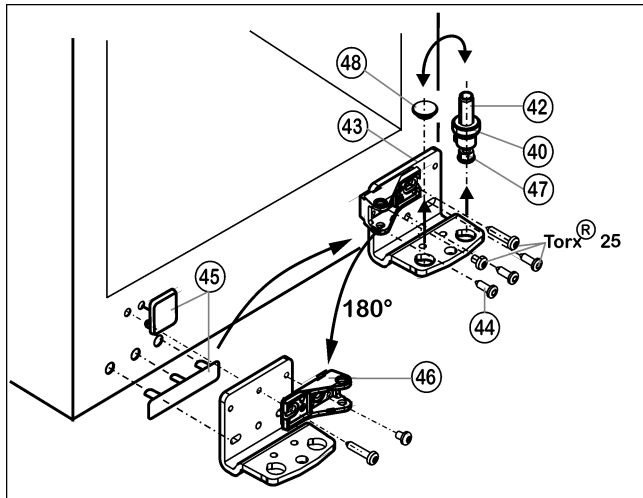

Fig. 9
- ▶ Извлеките опорный винт Fig. 9 (42) в комплекте с шайбой Fig. 9 (40) и регулируемой опорой Fig. 9 (47), вытягивая его вверх.
- ▶ Снимите пробку Fig. 9 (48).
- ▶ Открутите Fig. 9 (43) опорный кронштейн Fig. 9 (44).
- ▶ Осторожно снимите и переставьте на противоположную сторону крышки со стороны ручки Fig. 9 (45).
- ▶ Снова прикрутите нижний опорный кронштейн Fig. 9 (43) на новой стороне шарнира (с моментом 4 Нм). При необходимости используйте аккумуляторный шурупверт.
- ▶ Открутите опорную деталь Fig. 9 (46) и снова прикрутите внутри с поворотом на 180°, закрутив длинные винты в удлиненные отверстия.
- ▶ Переставьте пробку Fig. 9 (48) в свободное отверстие.
- ▶ Вновь установите опорный винт Fig. 9 (42) с шайбой и регулируемой опорой. При этом фиксатор должен быть направлен назад.
- ▶ Установите дверцу сверху на нижний опорный палец Fig. 9 (42).
- ▶ При необходимости выровняйте дверцы через продольные пазы в нижнем опорном кронштейне Fig. 9 (43) параллельно корпусу устройства. Для этого выкрутите средний винт.